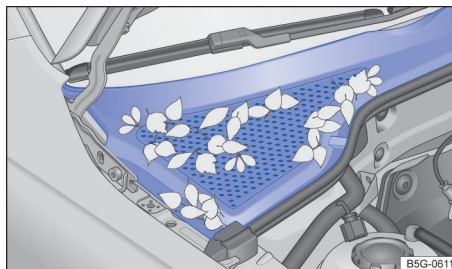

Рисунок 155. Между моторным отсеком и лобовым стеклом: дренажная канавка (Схематическое изображение)
Удалите листья или другой мусор пылесосом или вручную → Рисунок 155 →^①. Мойка моторного отсека осуществляется авторизованным дилером Компании →[▲].